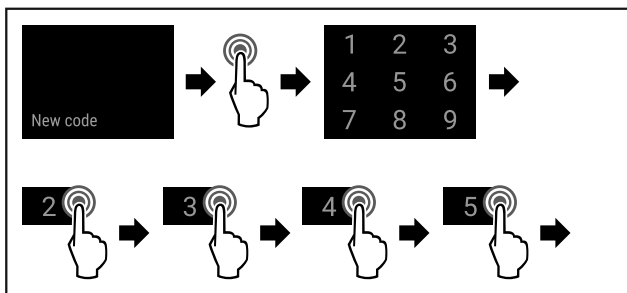

Fig. 92
- ▶ Eseguire i passi (vedere Fig. 92).